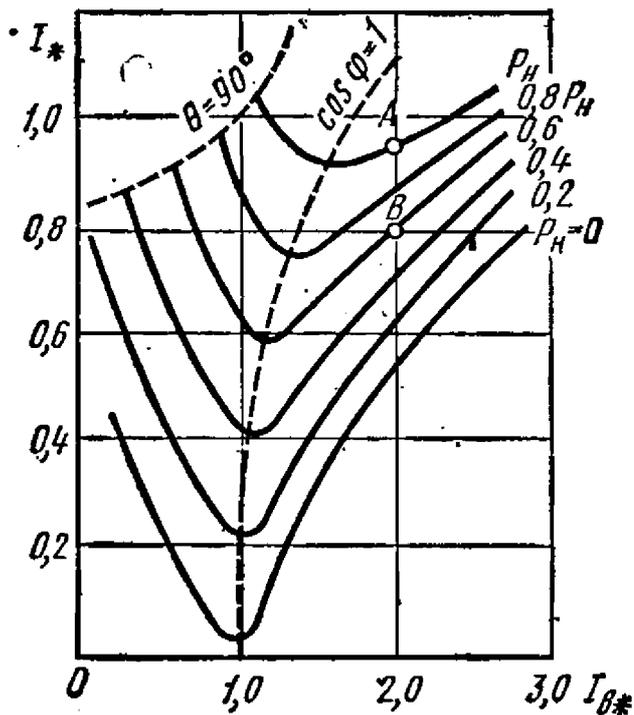

Рис. 16.7
16.7. На рис. 16.7 изображены U-образные характеристики синхронного двигателя, построенные в относительных единицах, $I_* = I / I_H$ и $I_{B*} = I_B / I_{B0}$.